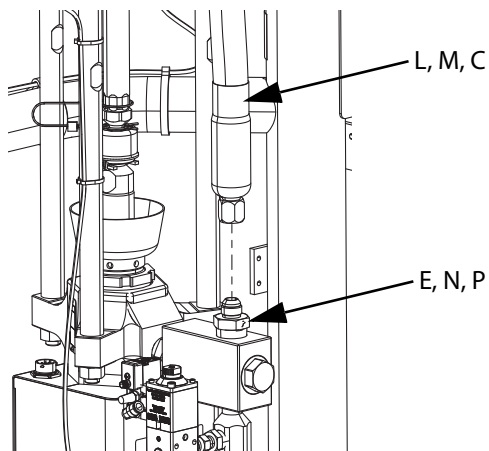

Рис. 18
4. При использовании одиночной системы подачи на раме iQ присоедините шланг подачи 1 (C) к фитингу системы подачи на раме и шлангу подачи 1 (E), как показано на Рис. 1 и Рис. 18.
- a. Подсоедините тандемный шланг 1 (L) к фитингу устройства подачи на раме 1 и тандемному шлангу 1 (N), как показано на Рис. 2 и Рис. 18.
- b. Подсоедините тандемный шланг 2 (M) к фитингу устройства подачи на раме 2 и тандемному шлангу 2 (P), как показано на Рис. 2 и Рис. 18.